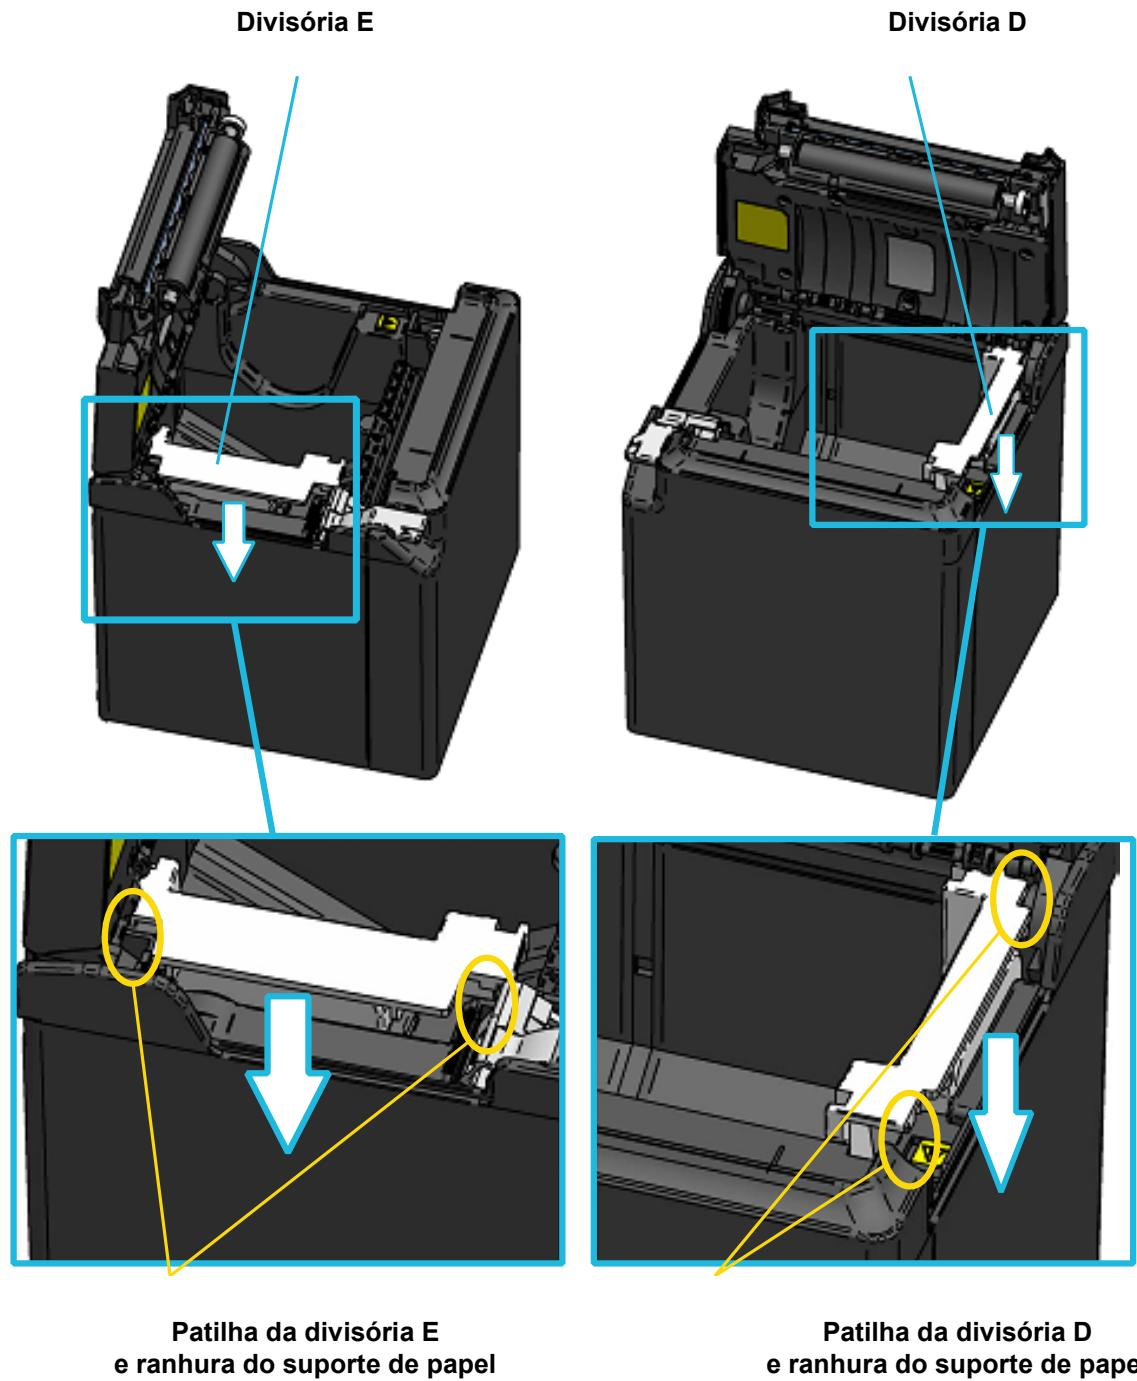

Figura 14-3 Instalação da divisória (3)
- (5) Deslizar a divisória E e a divisória D ao longo da parede interior do suporte de papel na direção da seta na Figura 14-3.